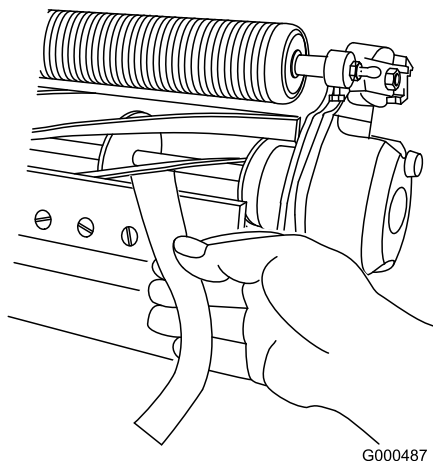

Рисунок 5
11. Проверьте режущие способности блока, вставив длинную полоску специальной бумаги Toro (деталь №125-5610) между барабаном и неподвижным ножом, перпендикулярно неподвижному ножу (Рисунок 5). Медленно вращайте барабан вперед. При этом бумага будет разрезаться..